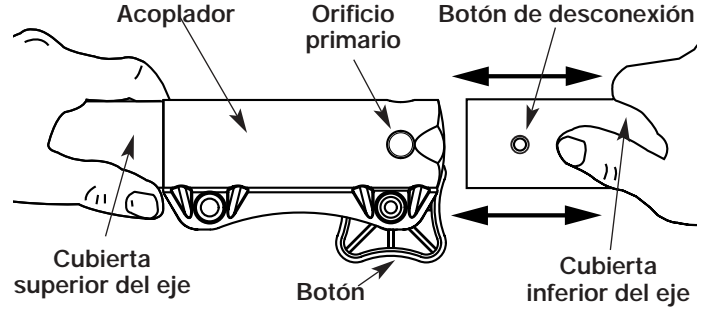

Fig. 8
3. Mientras sostiene firmemente la cubierta del eje, hale el aditamento del podador de árboles fuera del acople. (fig. 8)
2. Mientras sostiene el accesorio con firmeza, empujelo en línea recta en el acoplador (Fig. 8).
PRECAUCIÓN: Trabe el botón de desconexión en el orificio primario (Fig. 8) y ajuste bien la perilla antes de operar esta unidad.